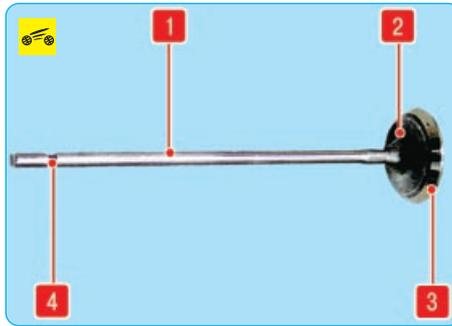

Рис. 5.13. Клапан: 1 – стержень; 2 – тарелка; 3 – фаска; 4 – проточка
26. Удалите нагар с клапанов и осмотрите их. Деформация стержня 1 (рис. 5.13) клапана и трещины на его тарелке 2 не допускаются. При наличии повреждений замените клапан. Проверьте, не слишком ли изношена и не повреждена ли рабочая фаска 3. Допускается шлифовка рабочей фаски клапанов (в ремонтных мастерских, располагающих соответствующим оборудованием). После шлифовки толщина цилиндрической части тарелки должна быть не менее 0,5 мм для впускных клапанов и не менее 1,0 мм – для выпускных. Незначительные риски и царапины на фаске можно вывести притиркой клапана к седлу (см. «Притирка клапанов», с. 99).